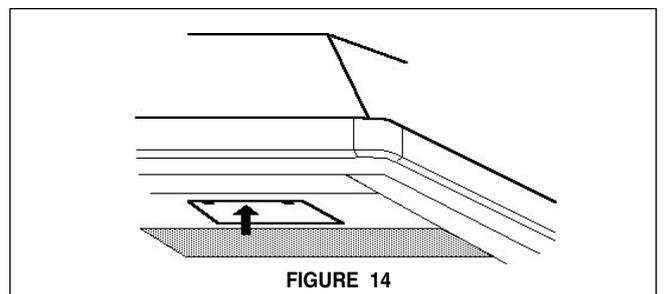

FIGURE 14
10. Mettre l'alimentation en circuit. Mettre en circuit le ventilateur et la lumière. Les interrupteurs de contrôle de la hotte sont situés sur un panneau gris sous la hotte. Pour ouvrir le panneau, presser vers le haut sur le bord avant et relâcher, tel qu'il est indiqué à la **FIGURE 14**. Si la hotte ne fonctionne pas, vérifier si le disjoncteur n'est pas fermé ou si le fusible n'est pas grillé. Si l'appareil ne fonctionne toujours pas, débrancher l'alimentation et vérifier si les connexions ont été effectuées correctement.